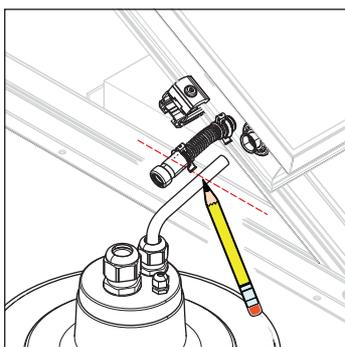

Fig. 3-24 Marcar la longitud requerida
4. Marcar la longitud necesaria de la línea de impulsión (arriba en el colector plano / VA 15 Solar) o de retorno (abajo en el colector plano / VA 18 Solar) (fig. 3-24).